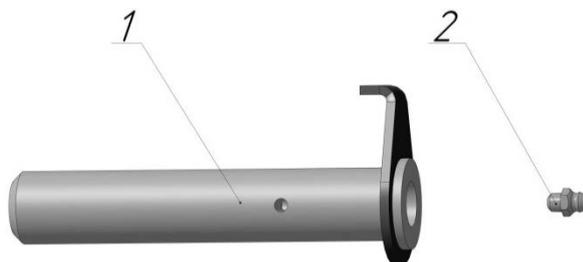

Рис. 2.5 – БЗ-в.00.050, БЗ-в.00.050-01 болт
2.5. Состав болтов БЗ-в.00.050, БЗ-в.00.050-01 приведен на рис. 2.5 и в таблице 2.5.